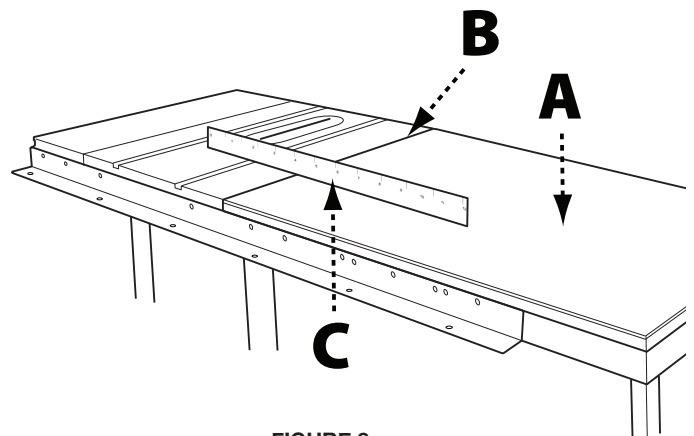
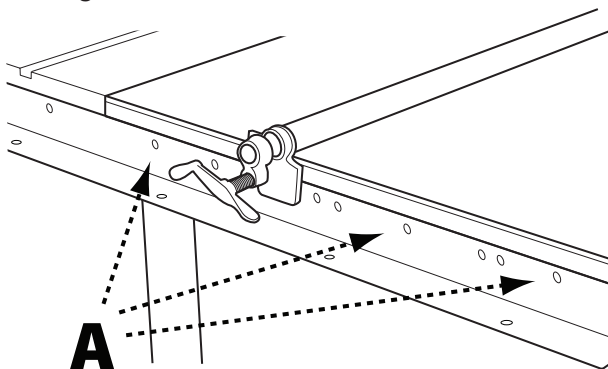

FIGURE 8
FIGURE 9
4. Mettre l'assemblage d'établi (A) en place entre les deux rails, tel illustré en Figure 8. S'assurer que le rebord de l'établi de scie (B) est bien à plat contre le rebord de la rallonge d'établi.
5. Utiliser une règle droite (C) pour s'assurer que la rallonge d'établi est dans le même plan et à niveau avec l'établi de scie. Si nécessaire, frapper légèrement les éléments vers le haut ou le bas et régler les vis de mise à niveau des pieds pour mettre à niveau la rallonge d'établi avec l'établi de scie.
6. Utiliser des serre-joints tel illustré dans Figure 9 pour fixer la rallonge d'établi sur les rails de guide avant et arrière.
7. Utiliser les trous (A) sur les rails de guide avant et arrière comme gabarit pour percer des trous de $\frac{1}{4}$ " dans l'avant et l'arrière de la rallonge d'établi.